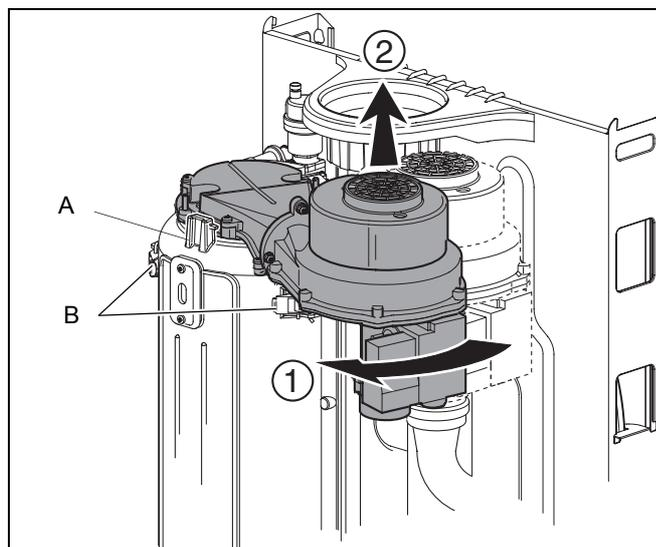

Fig. 43 Togliere l'unità di miscelazione aria/gas e il bruciatore
L'unità di miscelazione aria/gas può essere smontata solo ruotandola di un quarto di giro in avanti (chiusura a baionetta) (fig. 43, pos. A), quindi sollevandola verso l'alto ed estraendola dal contatto di commutazione.
- Verificare la tenuta al gas del collegamento tra il ventilatore e il bruciatore (fig. 43, pos. A).